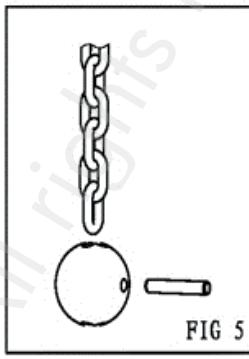

FIG 5
5. Retirez la bille de la butée de la chaîne usagée (fig. 5) et fixez-la à la nouvelle chaîne en utilisant la même goupille.